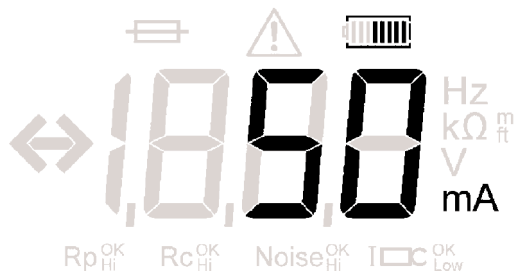

Figura 9: Lectura de corriente usando la abrazadera
3. El instrumental mostrará un valor de medida de corriente como se muestra en la Figura 9.